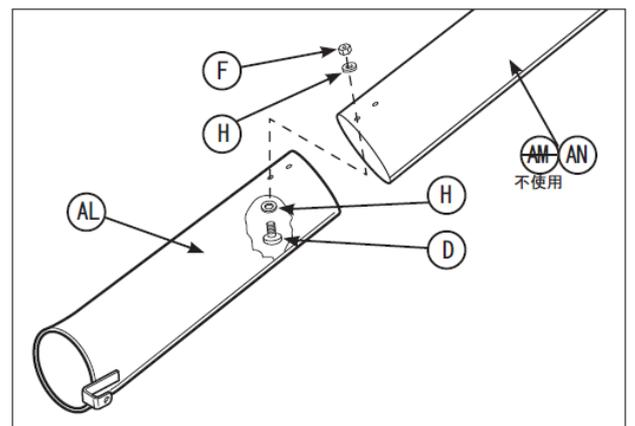

図 27
4. チューブ（上）（図 27 の AN）をチューブ（下）（AL）にかぶせるようにスライドさせ、ボルト（D）とワッシャー（H）、ナット（F）で締めてください。